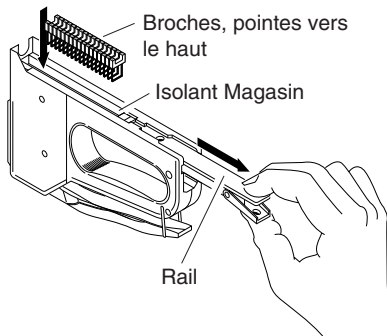

Figure 4
2. Retournez le StrapGunMC à l'envers. À l'arrière de l'outil, appuyez sur le loquet à l'extrémité du magasin (voir la Figure 4). Faites glisser le rail en dehors du magasin, jusqu'à ce qu'il s'arrête (voir la Figure 4).
3. Insérez des broches dans le magasin. Assurez-vous que l'isolant est placé sur le dessus (voir la Figure 4).